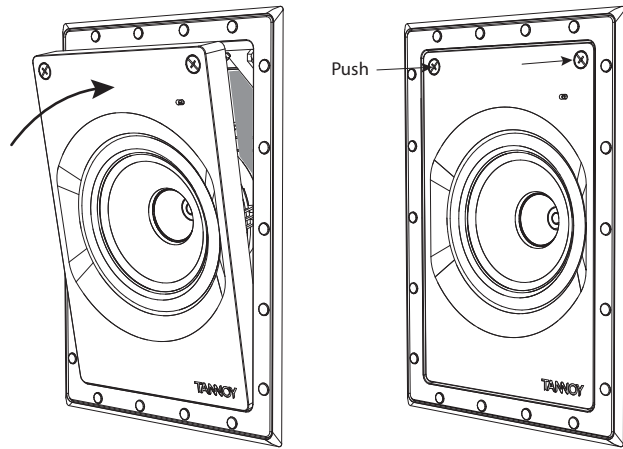

图 13. 将扬声器组件安装到框架中
2. 以一定角度握住扬声器组合件，并将其底部边缘上的两个突出卡舌安装到框架中的两个相应插槽中（图 13）。